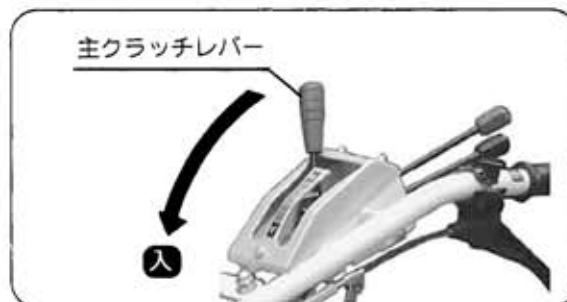

図39
- 2) 主クラッチレバーを【入】位置にしてください。(図39)